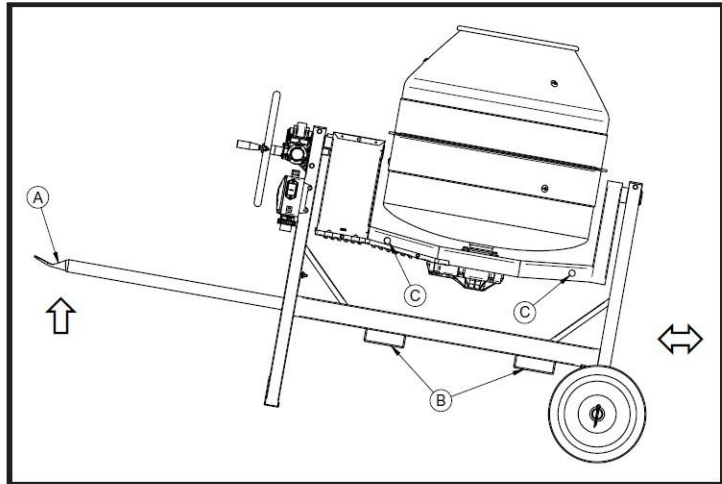

FIG. 3
1. Ridicati cu cativa centimetri de la sol betoniera, impingeti furca in golurile special (fig. 3, B).